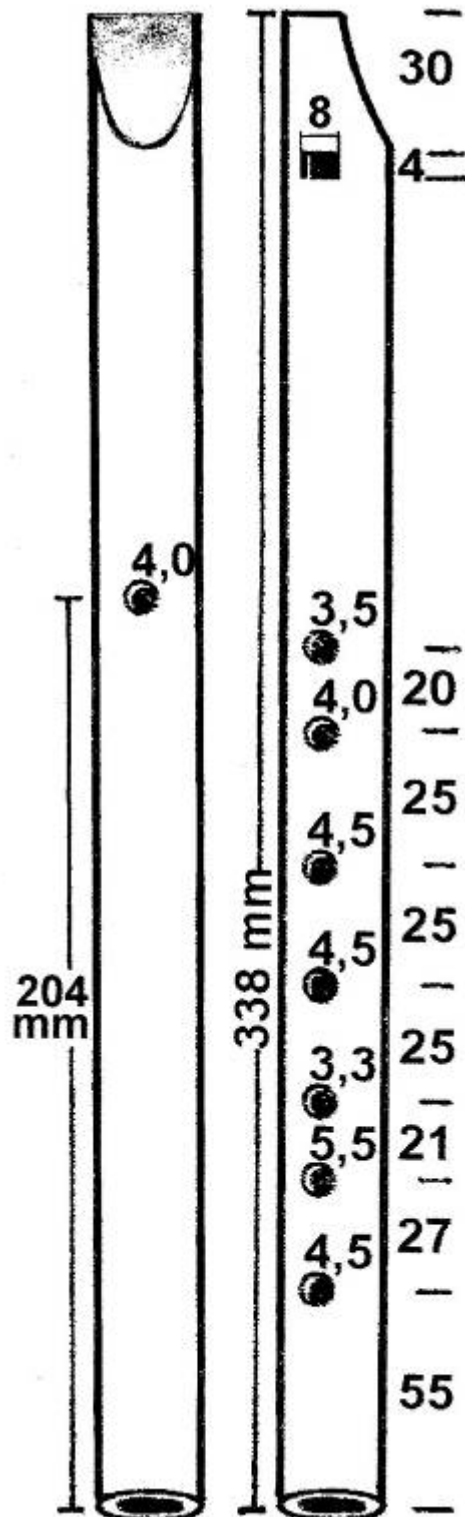

Abbildung 8
- Nun folgt das Stimmen der Flöte mit einem elektronischen Stimmgerät, und zwar durch Herausfinden der richtigen Gesamtlänge bis ein sauberes c´ erreicht ist (ca. 338 mm; **Abb. 7 und Abb. 8** auf Seite 2).
- Mit den entsprechenden Metallbohrern bohren wir nun von unten nach oben in den in der Zeichnung angegebenen Abständen (jeweils bis Lochmitte gemessen; **Abb. 8**) die einzelnen Grifflöcher.